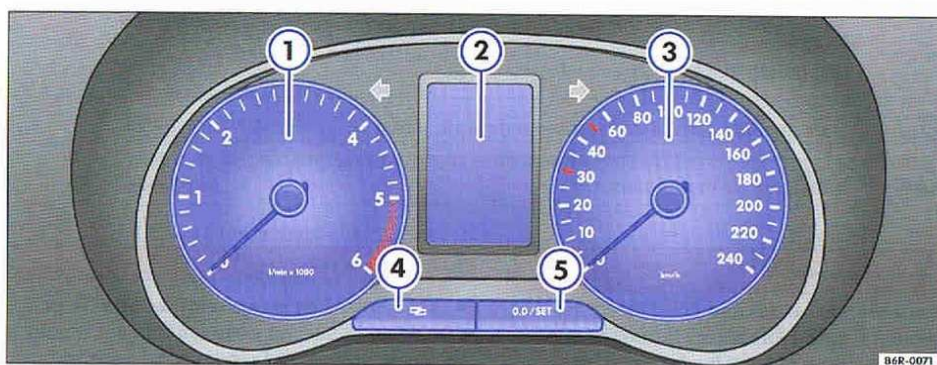

Fig. 7 Combiné d'instruments dans le tableau de bord.
Explications relatives aux cadrams → fig. 7 :
Suivant l'équipement du véhicule, différentes informations peuvent être indiquées sur l'afficheur du combiné d'instruments → page 18, fig. 7 ② :
L'entretien à faire effectuer apparaît sur l'afficheur du combiné d'instruments ⇒ page 18, fig. 7 .
L'indicateur se trouve entre les deux lignes horizontales de l'afficheur ⇒ page 18, fig. 7 ②.